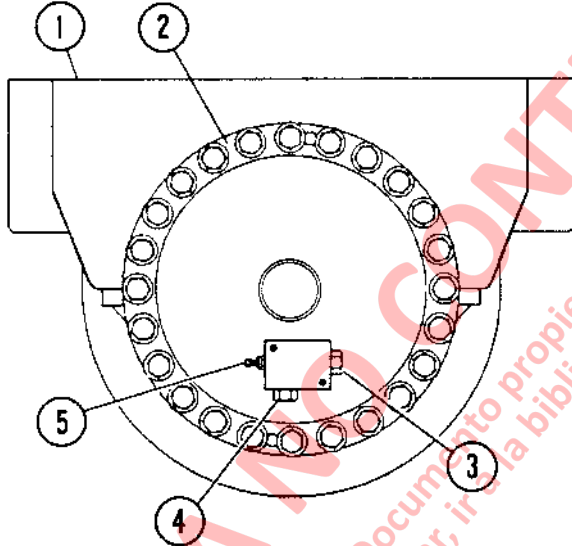
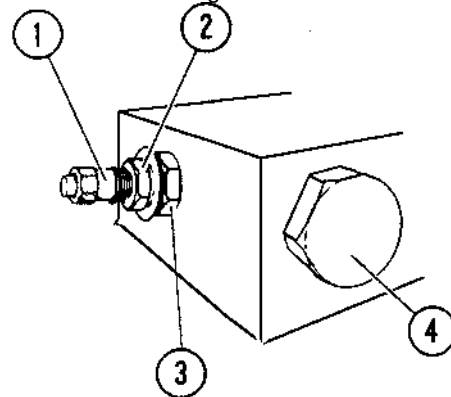

FIGURA 2-1. VALVULA DE CARGA DE LA SUSPENSION
FIGURA 2-2. INSTALACION DE LA VALVULA DE CARGA
3. Descargue la presión del nitrógeno de la suspensión, sacando la tapa de la válvula de carga (5, Figura 2-1). Gire la tuerca giratoria de la válvula de carga (hexagonal pequeña) (2, Figura 2-2), en sentido contrario a las manecillas del reloj, 3 vueltas completas, para desasentar el sello de la válvula (NO gire más de tres vueltas). **NO GIRE LA TUERCA HEXAGONAL GRANDE (4)** (Ver PELIGRO, a continuación). Usando máscara o antiparras de protección, presione la varilla de la válvula hasta aliviar toda la presión de nitrógeno.